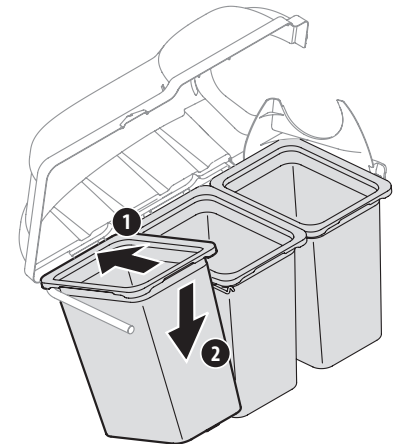

Figure 14
8. Installez les ensembles de sac à herbe (664-05104) avec les filets à mailles serrées faisant face au tracteur, sur les crochets de support de sacs, en insérant d'abord le bord avant, comme illustré à la partie 1 de la Figure 14, puis en abaissant le bord arrière (2) jusqu'à ce qu'il s'insère dans l'ensemble.